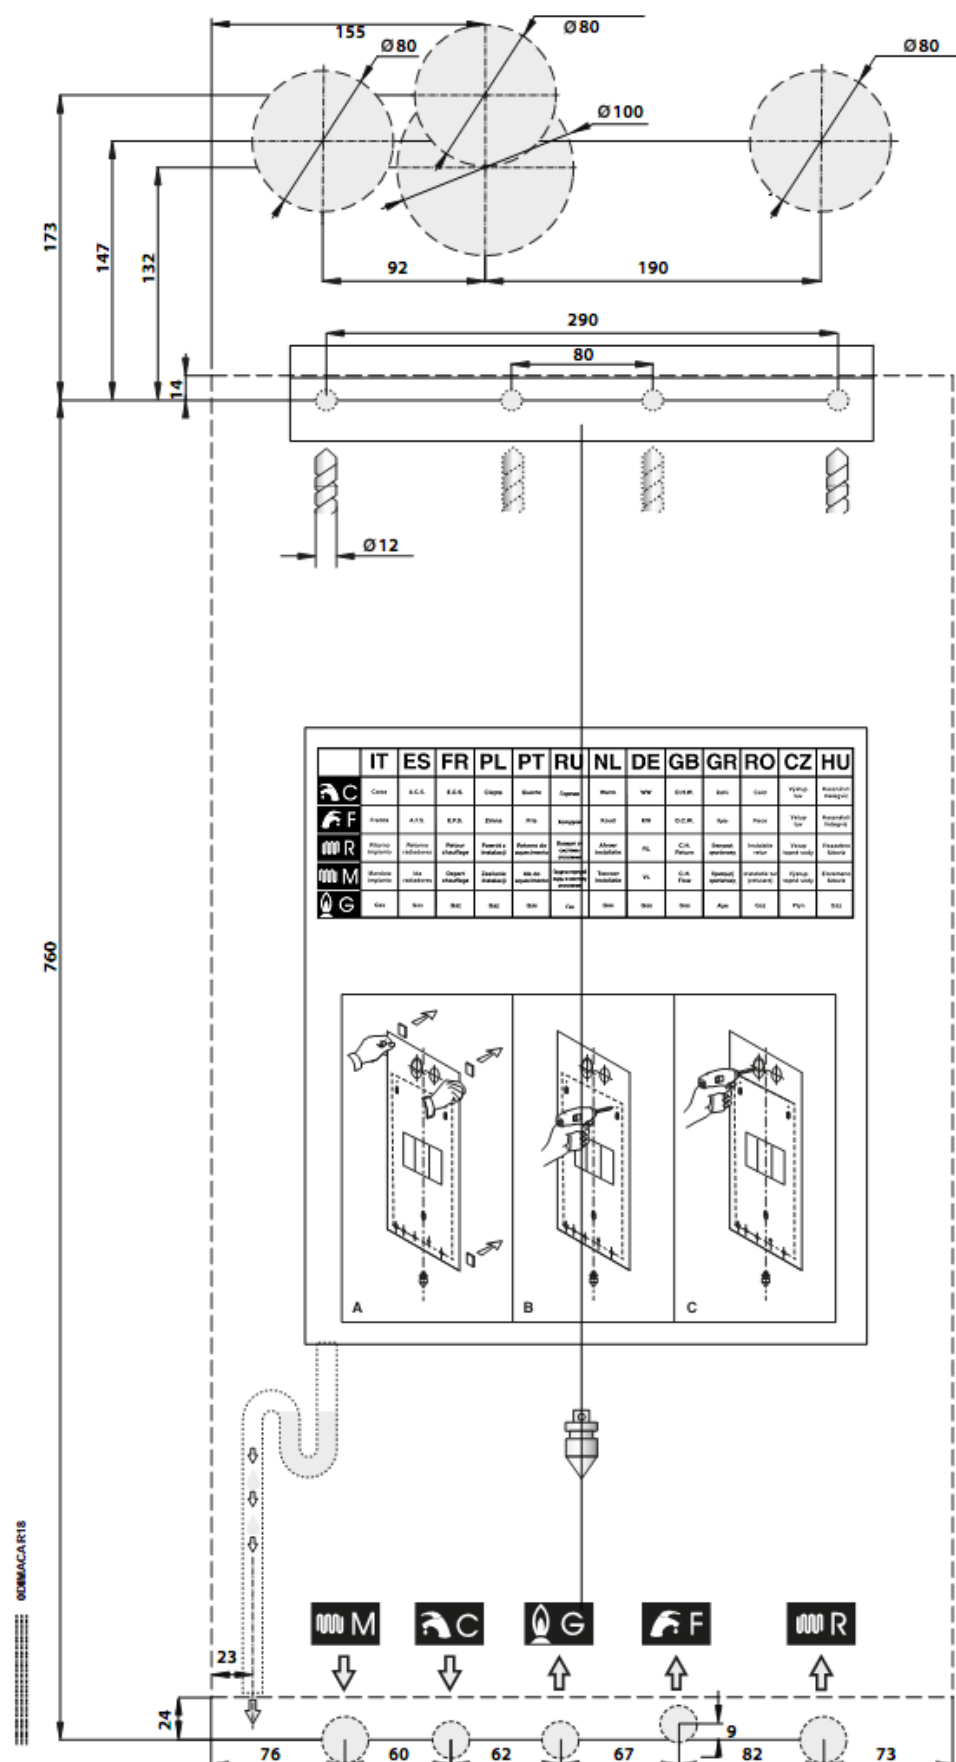

Рис. 7
- г) настенный монтажный шаблон для котла (рис. 7);
Котел снабжен шаблоном для настенной установки (рис. 7 на следующей странице).
- ♦ прикрепить шаблон (рис. 7) к стене;
- ♦ разместить соединения для подключения трубы газовой сети (G), труб для подачи водопроводной воды (F, только мод. Raya Eco), выхода горячей воды (C, только мод. Raya Eco), подающей линии водонагревателя (только мод. Raya Eco SV), обратной линии водонагревателя (только мод. Raya Eco SV), подающей (M) и обратной (R) линии системы отопления напротив точек на шаблоне (нижняя часть);